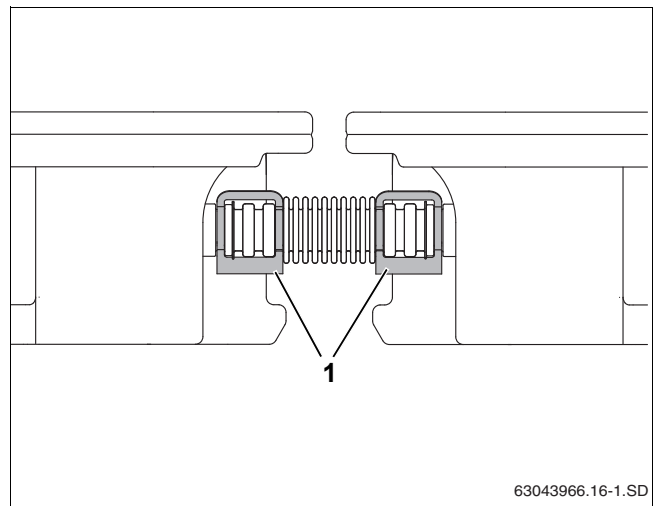

Рис. 47 Крепление гофрированной трубы зажимами
- ▶ Закрепите каждую торцевую крышку одним зажимом, а каждую гофрированную трубу двумя зажимами (рис. 47, [1]).